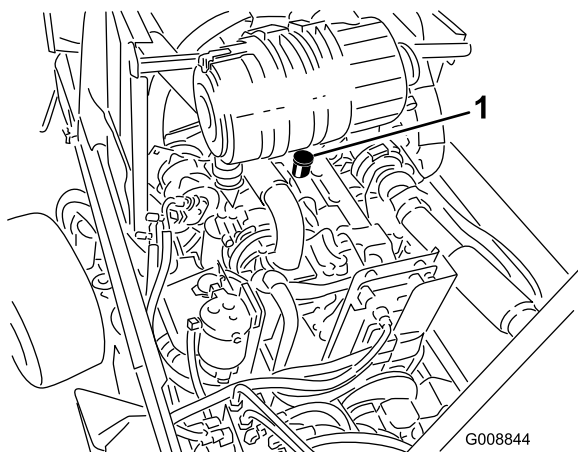

Figure 57
3. Si le niveau d'huile est en dessous du repère minimum, enlevez le bouchon de remplissage (Figure 57) et faites l'appoint jusqu'à ce que le niveau correct soit atteint. **Ne remplissez pas excessivement.**